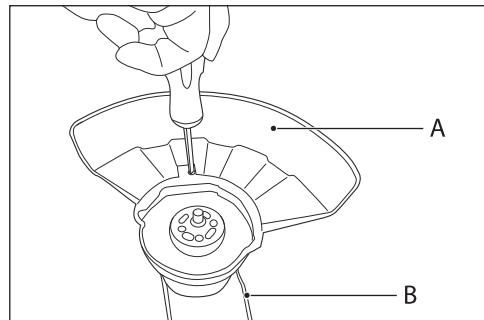

Рис. 1
Установите защитный кожух (A) с направляющим триммера (B) на устройство (рис. 1). Убедитесь в надежности соединения.